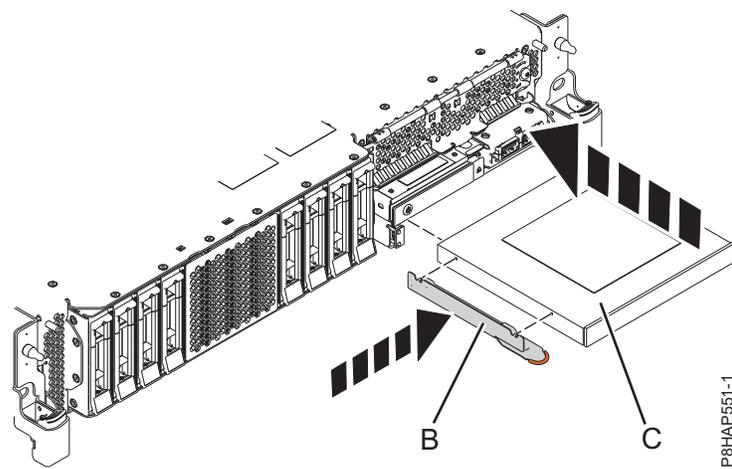
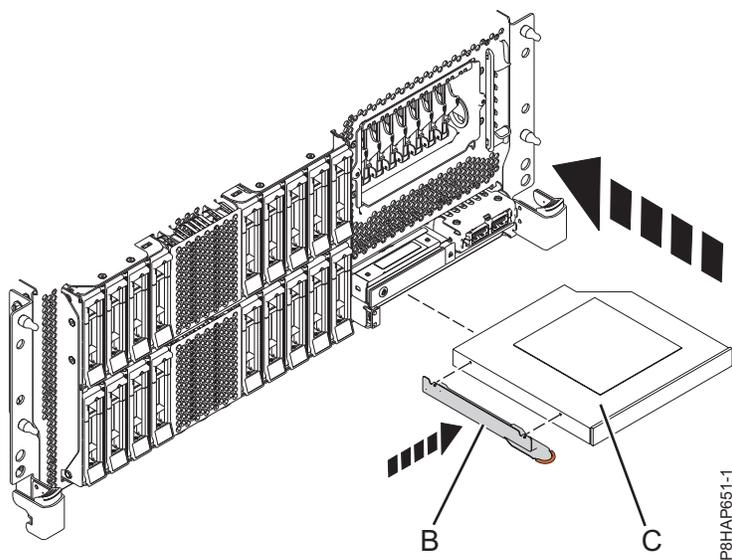
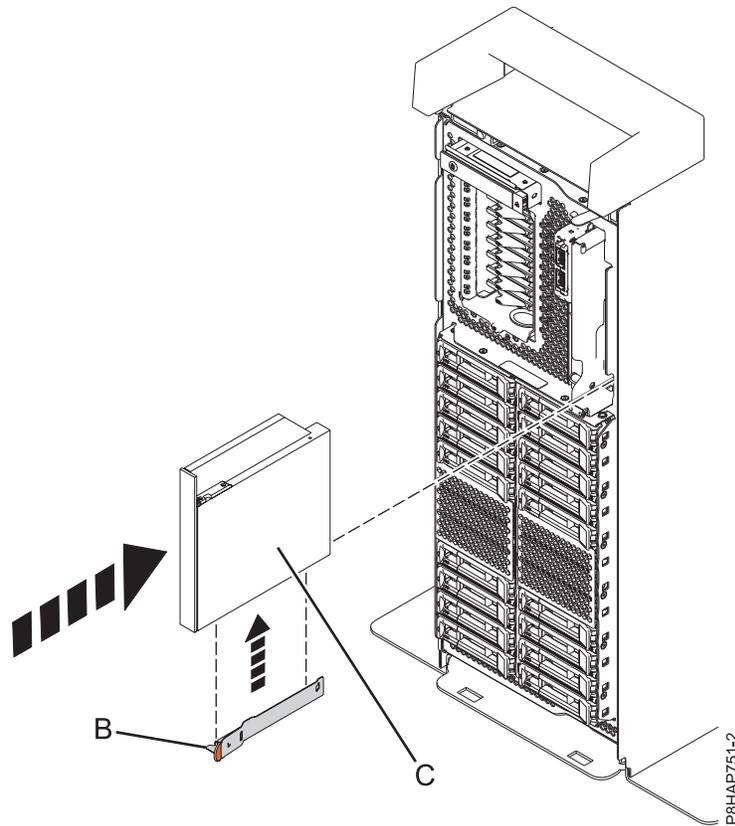

Figura 34. Substituir um Dispositivo de suporte Slimline num sistema 8284-21A ou 8284-22A
Figura 35. Substituir um Dispositivo de suporte Slimline num sistema montado em bastidor 8286-41A ou 8286-42A
Figura 36. Substituir um Dispositivo de suporte Slimline num sistema autónomo
5. Obtenha o suporte de fixação (B) que removeu do Dispositivo de suporte Slimline avariado.
6. Anexe o suporte de fixação (B) ao novo Dispositivo de suporte Slimline, conforme demonstrado em Figura 34 na página 43 para um sistema 8284-21A ou 8284-22A, Figura 35 na página 43 para um sistema montado em bastidor 8286-41A ou 8286-42A ou Figura 36 na página 44 para um sistema autónomo 8286-41A.
7. Alinhe o dispositivo de suporte Slimline (C) com o compartimento do suporte e apoie a parte inferior do dispositivo enquanto o desliza até estar meio dentro do sistema.
Para um sistema 8284-21A ou 8284-22A, consulte Figura 34 na página 43, para um sistema montado em bastidor 8286-41A ou 8286-42A, consulte Figura 35 na página 43 ou para um sistema autónomo 8286-41A, consulte Figura 36 na página 44.